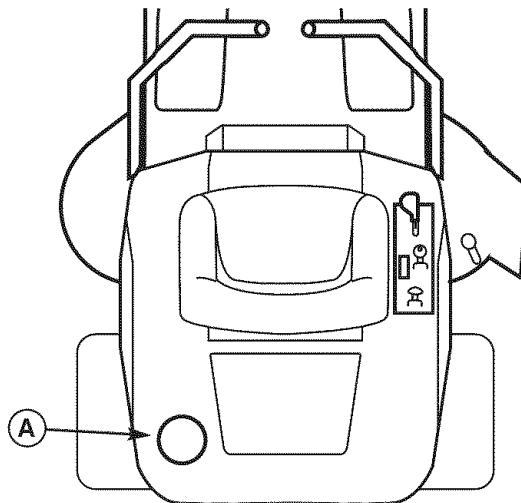

Figura 2. Verificaciones Previas al Arranque
1. Quite el tapón de la gasolina (A, Figura 2).